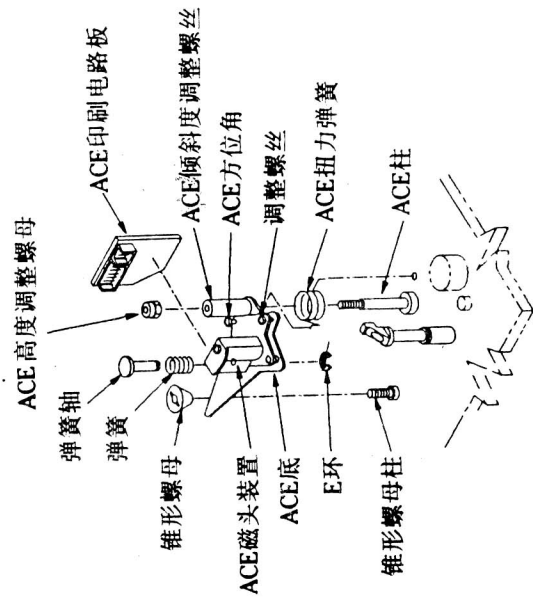

图33
- 步骤: ①从ACE磁头电路板上拔下连接插头;
②旋下锥形螺母;
③取下压带轮锁定弹簧和压带轮连接插头,以便从ACE磁头上方方便地卸下压带轮;
④逆时针方向旋转ACE高度调节螺母,取出螺母并卸下ACE底部装置,如图33所示;
⑤取下E形环和ACE方位角调节螺丝,以便拆卸ACE磁头装置;
⑥从ACE磁头装置上卸下ACE电路板;
⑦按下述相反的步骤,重新安装ACE磁头装置;
⑧安装上锥形螺母、压带轮锁定弹簧和压带轮连接插头;
⑨旋转ACE高度调节螺母,直至使ACE底部和锥形螺母的上部处于拆卸时的同样位置为止(如步骤④拆卸时的位置);
⑩安装完毕后,须进行磁带行走系统的检查和调整。